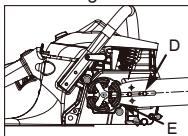

Fig. 3C
- Placez l'extrémité fendue du guide-chaîne au-dessus du boulon de guide-chaîne (D). Faites glisser le guide-chaîne derrière le tambour d'embrayage (E) jusqu'à ce qu'il s'arrête. (Fig. 3C)